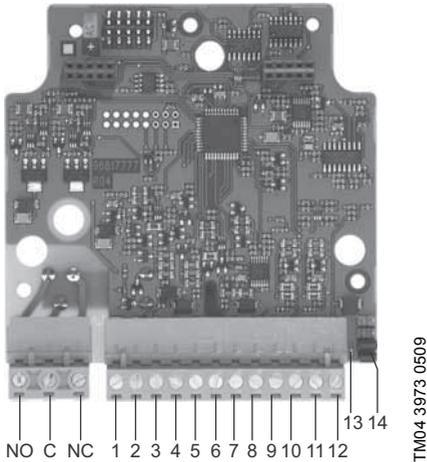

Fig. 1 IO-modul
IO-modulen har två konfigurierbara ingångar. Varje ingång kan användas som analog eller digital ingång. Se fig. 1, pos. 2 och 4. Konfigurationen utförs med hjälp av två byglingar för varje ingång.